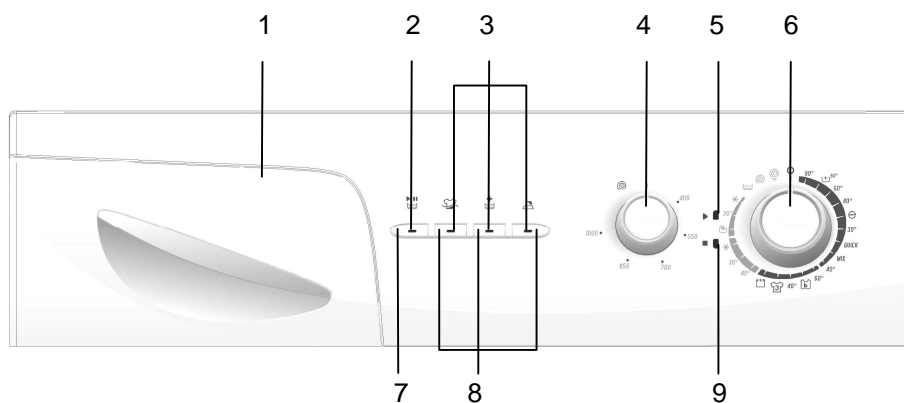

Figuur 8
- Het uiteinde van de afvoerslang (krom) kan rechtsteeks bevestigd worden op de waterafvoerleiding (de leiding moet tenminste 4 cm bedragen om overhevelen te voorkomen) of op een speciale inrichting geïnstalleerd op de afvoerleiding van een wastafel (moet naar behoren worden bevestigd) (figuur 8).